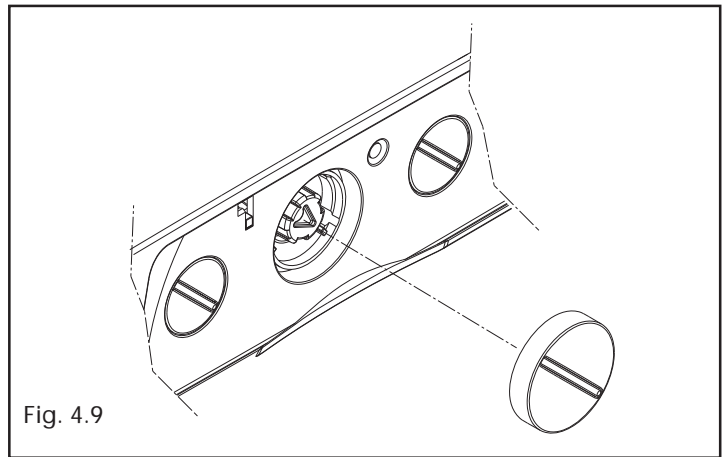

Fig. 4.9
- togliere il selettore di funzione (fig. 4.9) tirandolo verso di sé